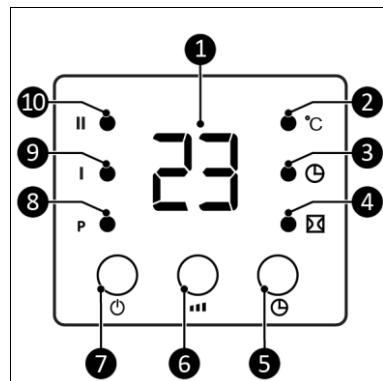

Figur 3
Produktet er en brugervenlig elvarmer til indendørs brug (figur 3).
2. Sørg for, at hovedafbryderen er i OFF-positionen (figur 3, pos. 2).